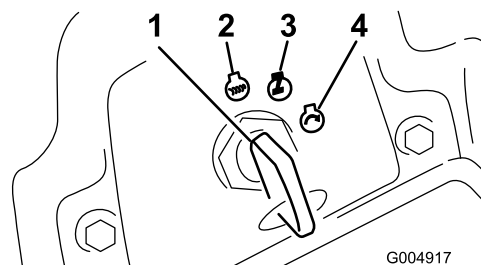

Figura 17
5. Rode a chave da ignição no sentido dos ponteiros do relógio para a posição FUNCIONAMENTO (Figura 17).
2. RODE A CHAVE DA IGNIÇÃO PARA A POSIÇÃO Desligar Figura 17. Espere até que todas as peças em movimento parem, antes de sair da posição de operação.